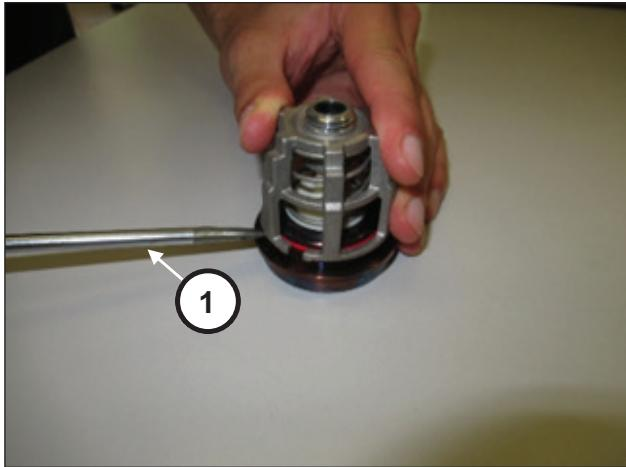

Fig. 106
Démonter les groupes soupape d'aspiration en se servant d'outils simples comme levier (rep. ①, Fig. 106).